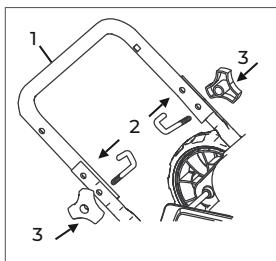

Рис. 2
6.1 Монтаж нижней части ручки (рис. 2)